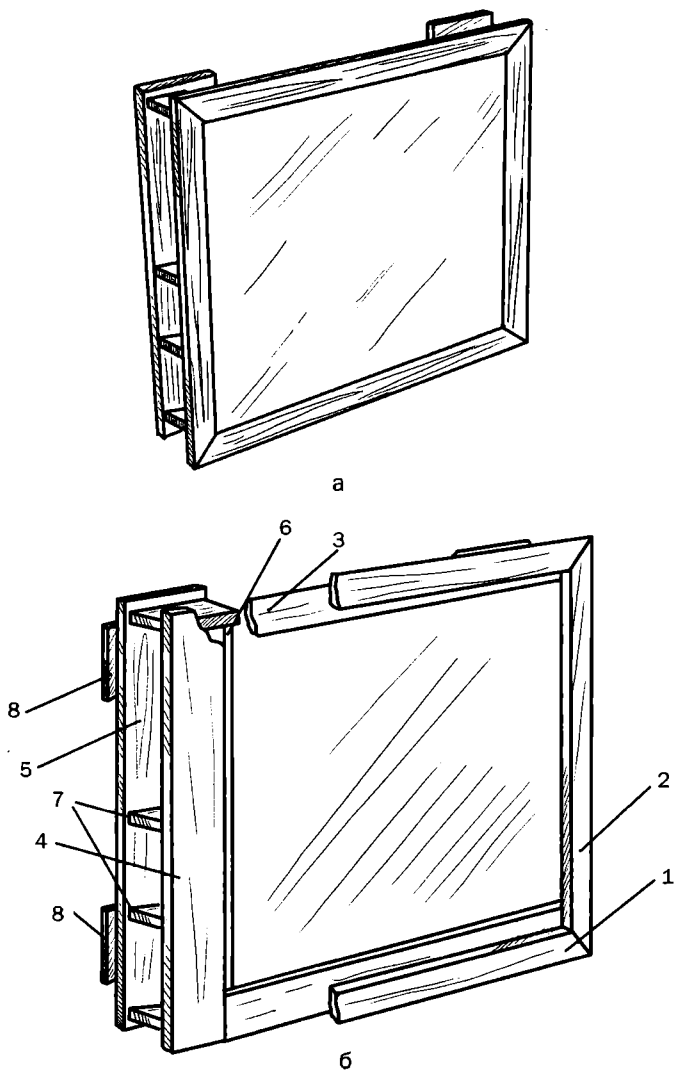

Рис. 87. Полка с зеркалом: а — общий вид; б — схема сборки;
I. Полка с зеркалом (рис. 87) представляет собой необычную конструкцию, в которой за ним размещены небольшие боковые полочки, на которые всегда найдется что положить.